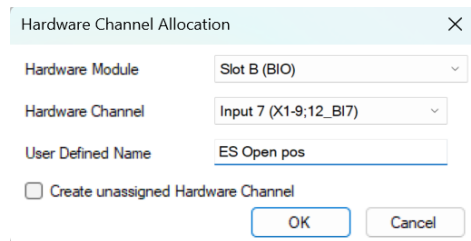

Imagen 98_Ventana de configuración para la entrada POSOPEN del bloque ESXSWI1.
2.2.20 Vamos a conectar la entrada “POSOPEN” seleccionado “POSOPEN” con clic derecho y después seleccionamos “Connect - Hardware Channel” y al igual que bloque anterior se le cambiará el nombre en la ventana que nos aparece como “DCI Open pos” y cambiamos el canal por el de “Input 7” como se aprecia en la **Imagen 98**.